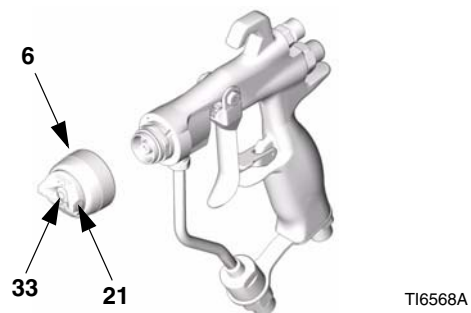

FIG. 36
2. Rimuovere l'anello di ritenzione del cappello aria (6), il cappello aria (21) e l'ugello di spruzzatura (33). Vedere FIG. 36.